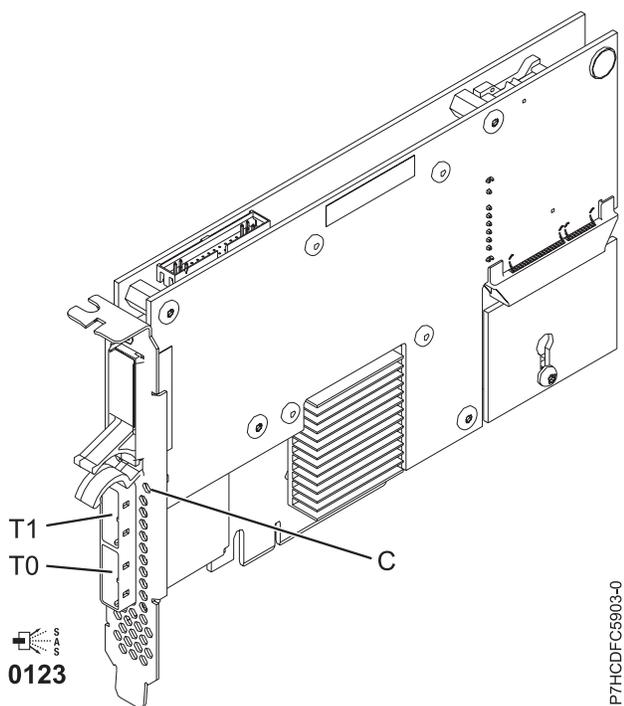

Figure 62. Carte SAS RAID PCIe double accès - x4 3 gigabits
L'adaptateur 5903 ou 5805 possède un voyant ((C) dans la figure 62, à la page 218) qui clignote si des données sont présentes en cache. Le voyant de présence de données en cache clignote lorsqu'il y a de possibles données présentes dans le cache de l'adaptateur. Si le voyant indiquant la présence de données en cache clignote, ne remplacez pas le bloc de batteries de cache. S'il est remplacé pendant que le voyant clignote, les données en cache seront perdues. Voir la figure 62, à la page 218 pour localiser le voyant de présence de données en cache sur cet adaptateur.